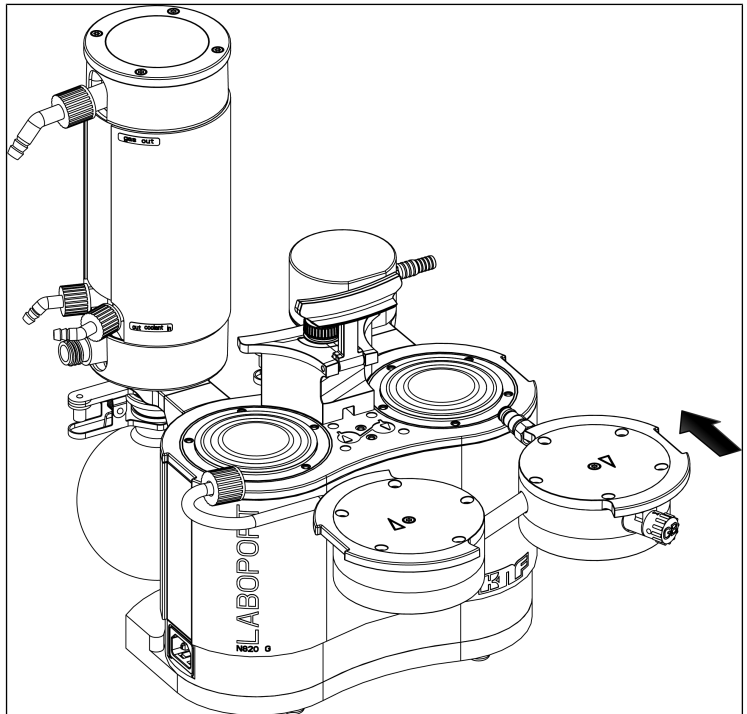

Fig.16: Montaje del cabezal de la bomba
1. Colocar las membranas (7) en posición central.
2. Presionar todo el borde alrededor de ambas membranas (7).
3. Colocar la tapa del cabezal (3) según el pasador (5) en la placa intermedia (6).
4. Colocar la placa de presión (2) sobre la tapa del cabezal (3) según la marca del lápiz.
5. Apretar el tornillo con cabeza interior (1) en el centro de la placa de presión (par de apriete: 1 Nm).
7. Insertar ambos cabezales de la bomba (compuestos por tapa del cabezal [3], placa intermedia [6] con placas de válvula/juntas [4] y placa de presión [2]) junto con el tubo de conexión en la carcasa de la bomba siguiendo la marca hecha con lápiz (ver Fig. 16).
- i** Observar que la conexión de manguera (11) se introduzca recta en la conexión del separador.
8. Enroscar el tornillo de fijación de la conexión de manguera (11) 1-2 vueltas manualmente.